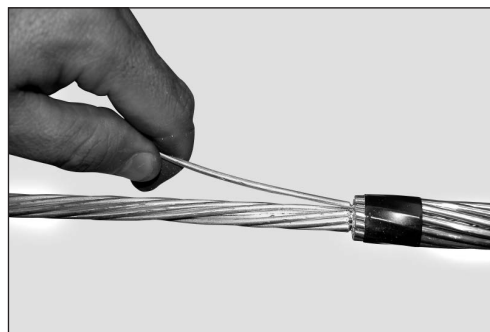

Figura 27
6.7 Extraia com cuidado os tentos de aço alumínio do cabo (figura 27).